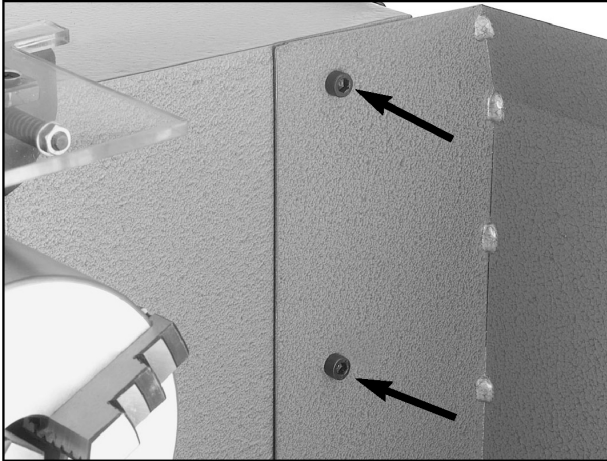
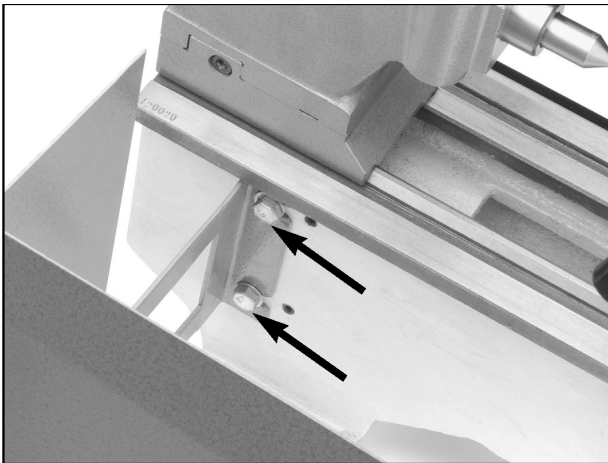

Fig. 1 2 styreskruer sikrer højresiden af bagstangen mod drejbænken.
Fig. 2 2 sekskantsbolte sikrer højresiden af bagstangen mod drejbænken.
2. Hold bagstangen mod drejebænkens bagside, vær opmærksom på at alle monteringshuller er tilpassede og instruer din medarbejder at sætte bagstangen fast med 2 Styreskruer M6-1x10 i overensstemmelse med **fig. 1** og 2 sekskantsbolte M8-1.25 X 15 og skiver i overensstemmelse med **fig. 2**.